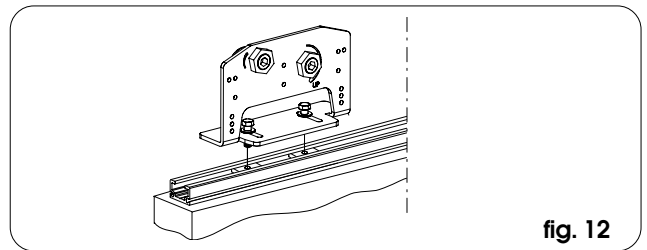
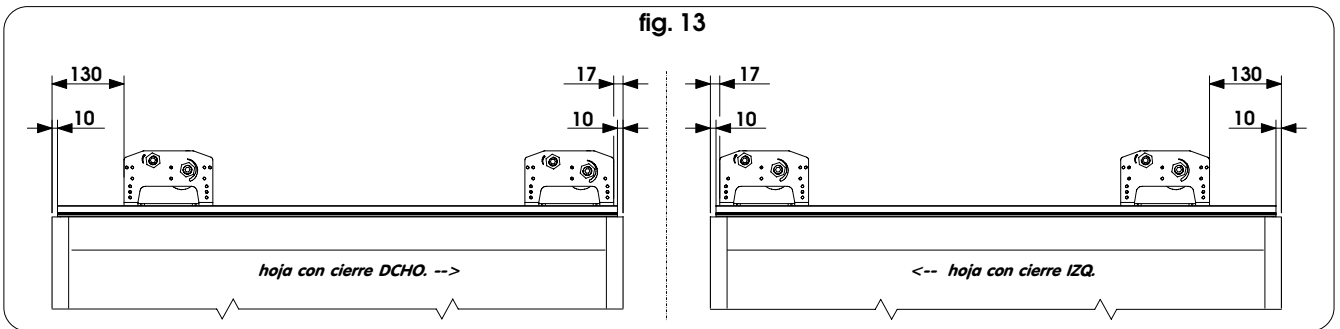
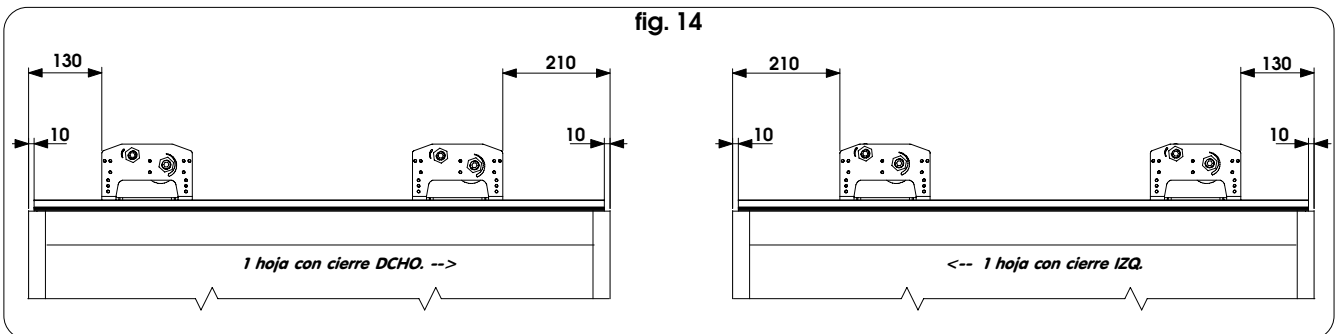

fig. 12
fig. 13
fig. 14
- Fije dos carros a cada hoja utilizando las escuadras y los tornillos suministrados en dotación, siguiendo las indicaciones de la fig. 12. Para el posicionamiento, remítase a la fig. 13 (hoja doble) y fig.14 (hoja simple).